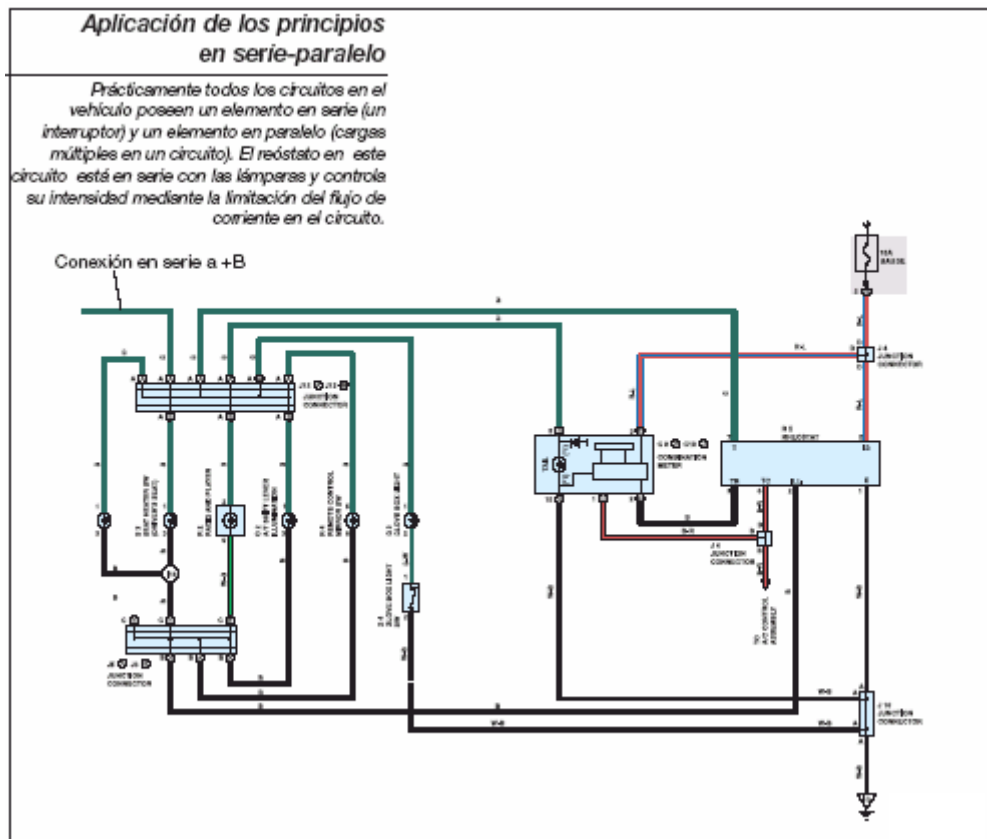

Figura 1.18 Aplicación de los principios en serie-paralelo
- Los problemas en una derivación en paralelo de un circuito en serie-paralelo afectaran solo a esa derivación. Si solo una luz trasera no funciona, el problema no se encuentra en el fusible ni en el interruptor de la pieza en serie del circuito, como se muestra en la figura 1.18.